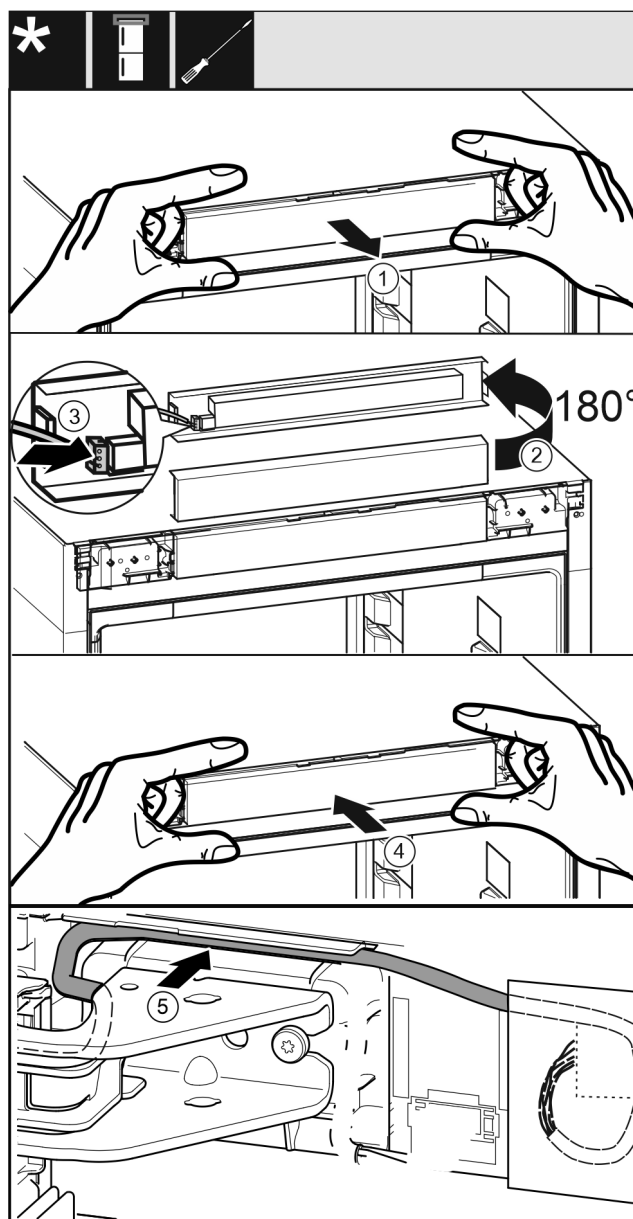

Fig. 61
- Opatrně vyjměte panel Fig. 61 (1).
- ▶ Panel Fig. 61 (2) otočte nahoru o 180°.
- ▶ Zástrčka Fig. 61 (3) zacvakne do panelu.
- ▶ Nasaďte panel Fig. 61 (4) zpět na spotřebič.
- ▶ Kabel Fig. 61 (5) opatrně položte ve vedení nad horním stojanem ložiska.